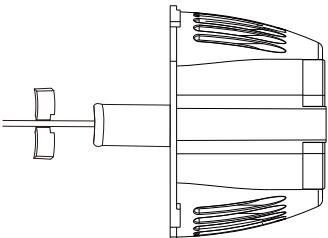
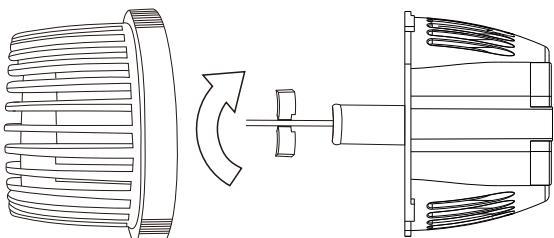

図3
図4
3.ポンプを戻し、まずインペラをポンプ内に入れ、図3に示すように、インペラとフロントカバーを取り付け、図4に示すように、最後にフロントカバーを回転させます。